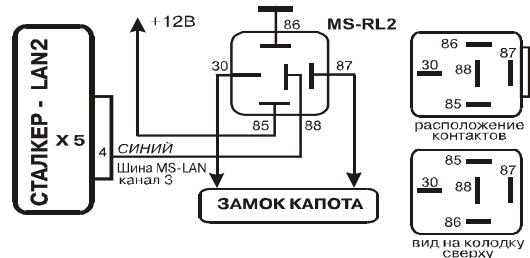

Рис.1. Схема подключения MS-RL2
- Отключить аккумулятор. Если аккумулятор отключать нельзя, рекомендуется снять предохранители, чтобы обесточить цепи монтажа. В соответствии со схемой подключения (рис.1) выбрать место для установки модуля и произвести механические работы.